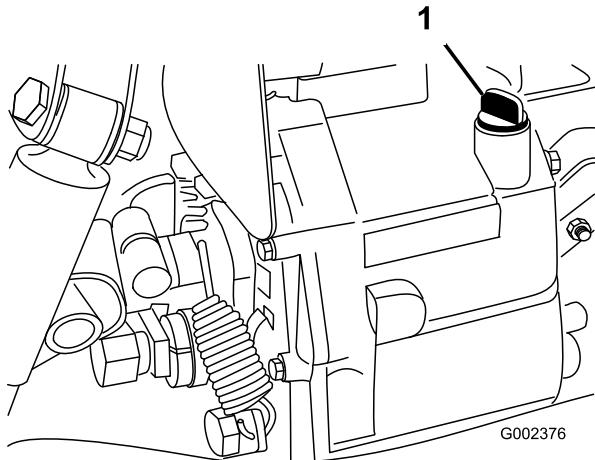

Рисунок 20
2. Очистите область вокруг отверстия для измерительного шупа (Рисунок 20).